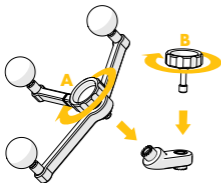

図6：トラッカーをエルボーに取り付ける
1. 事前に組み立てたインストルメントトラッカーをエルボーに取り付け、刻み付きスクリューを時計回りに回転させて、トラッカーをエルボーにしっかりと取り付けます。図6 Aを参照してください。
2. 刻み付きスクリューを回転させながらエルボーに差し込み、スクリューをエルボーに緩く接続します。図6 Bを参照してください。